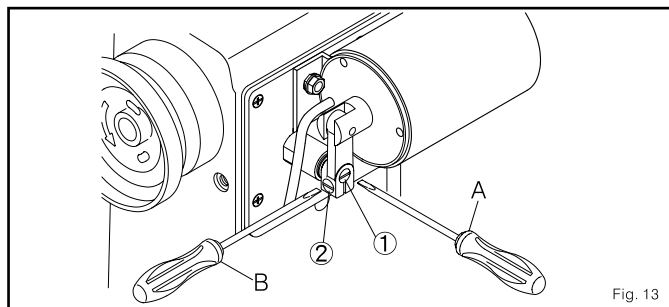

Fig. 13
(2) ajusta a altura do pé apertapanos (Fig.13)